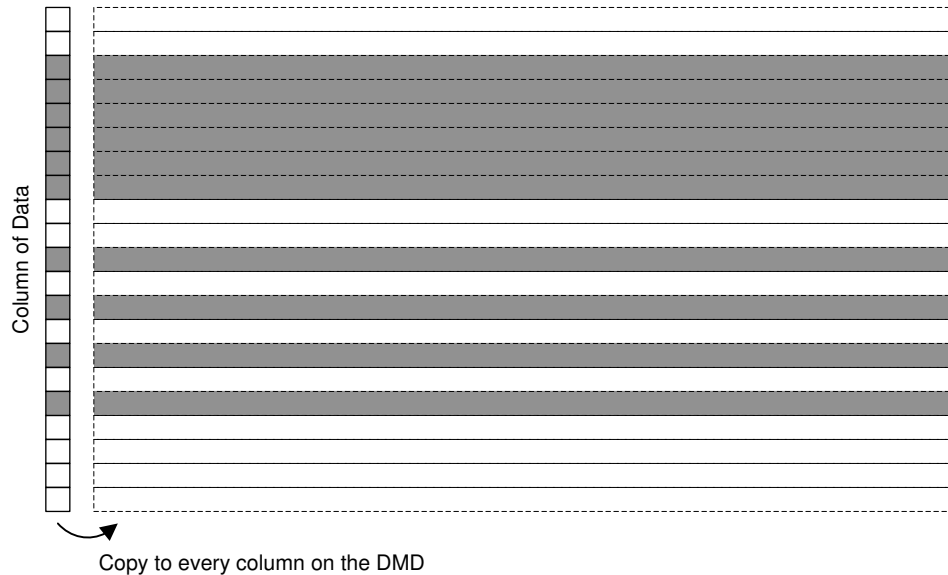
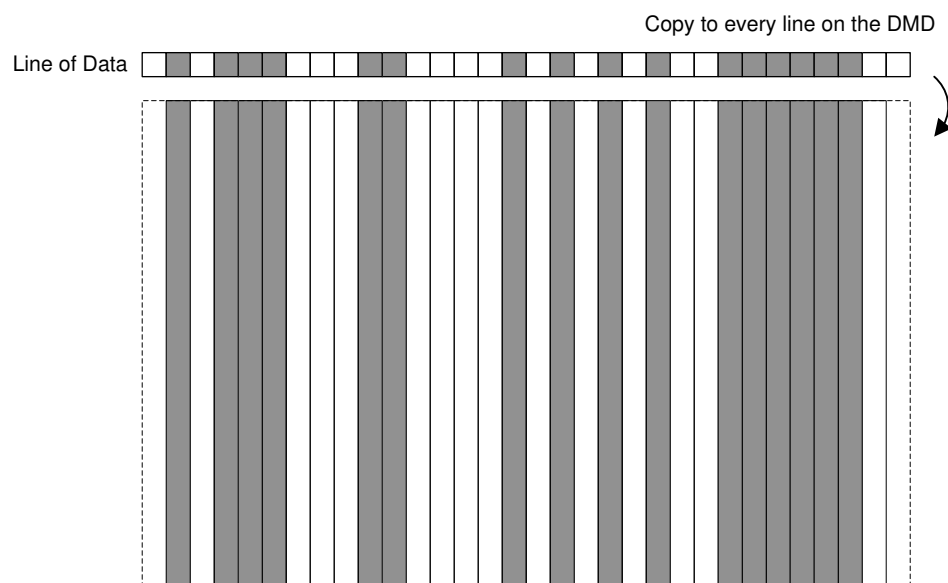

図 6-12. 列の複製
図 6-13. 行の複製
- 内部パターンモードは1Dパターンのみをサポートしています。つまり、パターンデータはDMDの行または列全体で同一になります (図 6-12、図 6-13)。